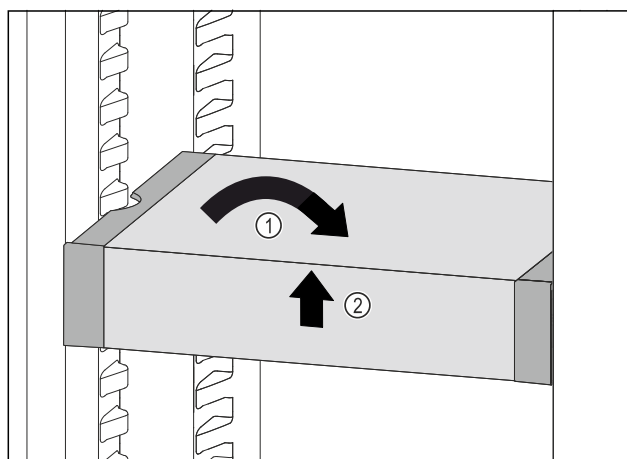

Fig. 74
- ▶ VarioSafe ustawić prosto. Fig. 74 (1)
- ▶ VarioSafe unieść z przodu. Fig. 74 (2)